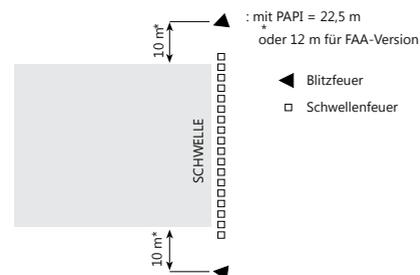

Abb. 7 RTILS (ICAO) odr REILS (FAA)
- als Schwellenkennfeuer (RTILS oder REILS, Abb. 7), jeweils ohne oder in Kombination mit Anflugblitzbefuerung (SFL)